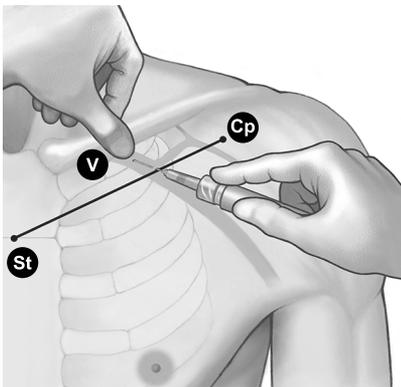

Figure 6. Emplacement du pouce et point d'entrée de l'aiguille
4. Appuyer le pouce contre l'index et déborder de 1 à 2 centimètres sous la clavicle pour protéger le muscle sous-clavier de l'aiguille (en cas d'hypertrophie manifeste du muscle pectoral, le pouce doit se projeter à environ 2 centimètres au-dessous de la clavicle car le muscle sous-clavier est sûrement lui aussi hypertrophié) (Figure 6 Emplacement du pouce et point d'entrée de l'aiguille en page 20).